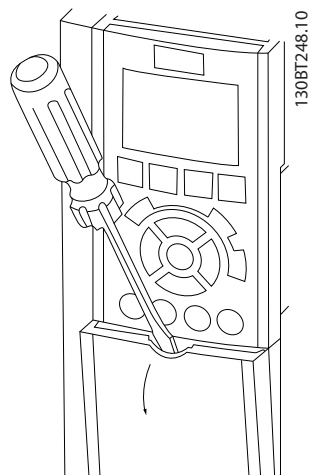
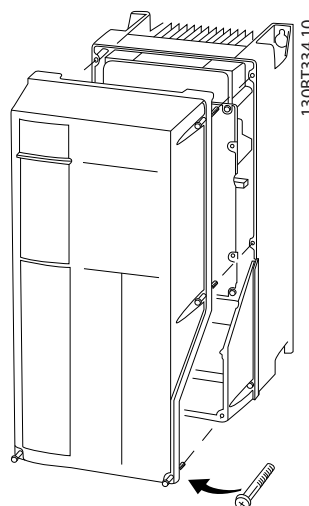

図 4.3 IP20 及び IP21 エンクロージャの配線アクセス
図 4.4 IP55 及び IP66 エンクロージャの配線アクセス
- ドライバーで(図 4.3を参照)、または取り付けネジをゆるめて(図 4.4を参照)、カバーを取り外します。